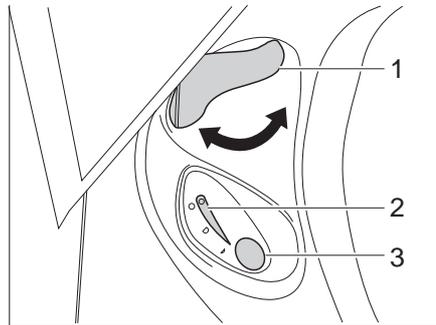

Bild 269 Bedieneinheit Thetford-Toilette
- Vor dem Spülen den Schieber der Thetford-Toilette öffnen. Dazu den Schieberhebel (Bild 269,1) entgegen dem Uhrzeigersinn drehen.
- Zum Spülen den blauen Spülknopf (Bild 269,3) drücken.
- Nach dem Spülen den Schieber schließen. Dazu den Schieberhebel (Bild 269,1) im Uhrzeigersinn drehen.
Die Kontroll-Leuchte (Bild 269,2) leuchtet, wenn die Thetford-Kassette entleert werden muss.
- Den Schieberhebel (Bild 269,1) im Uhrzeigersinn drehen. Der Schieber wird geschlossen. Zum Entleeren **muss** in der Thetford-Toilette der Schieber geschlossen sein.